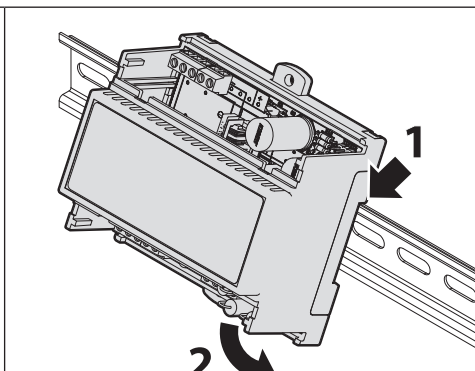
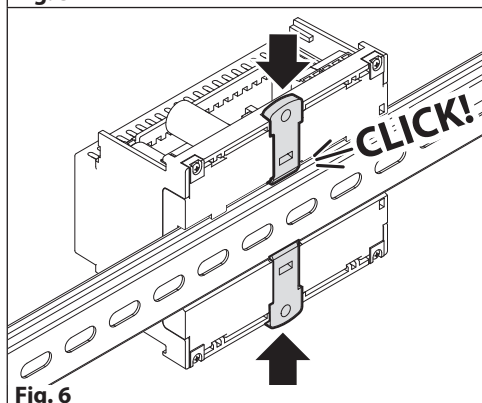

Fig. 5
Fig. 6
3. Agganciare prima la parte superiore del dispositivo alla guida DIN quindi ruotare il dispositivo (Fig. 5) e chiudere entrambe le clip di fissaggio (E) (Fig. 6)